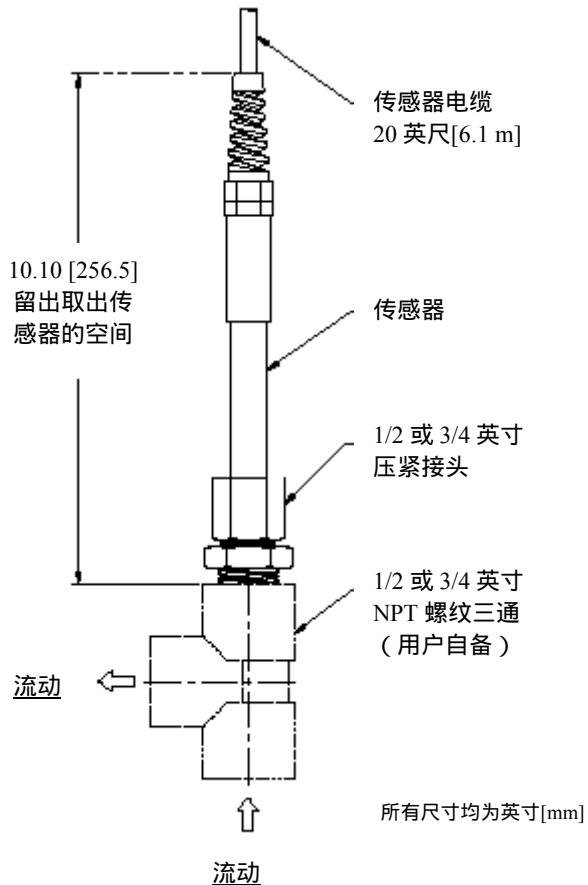

图 2-2 插入式安装详图
| 图 2-2 | 插入式安装详图 | 4 |
- 将传感器插入到管道流体中,以使过程液体可以直接流入到传感器的尾部 (如图 2-2)。